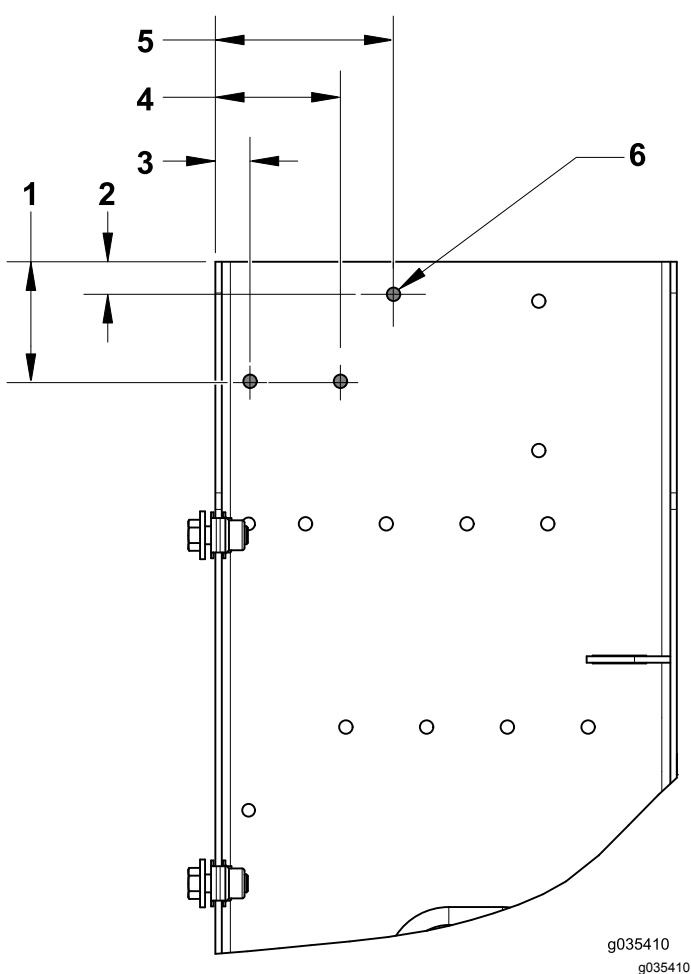

Figura 6
2. Localize e faça os furos seguintes para o bloco de fusíveis e relé (Figura 6).